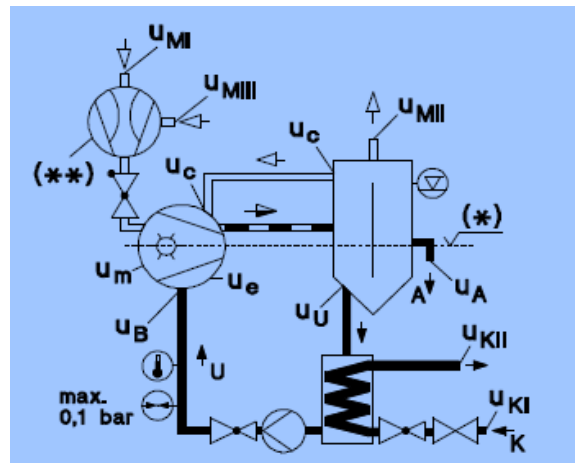

Bild 6
3. Sluten drivvätskedrift (Bild 6)